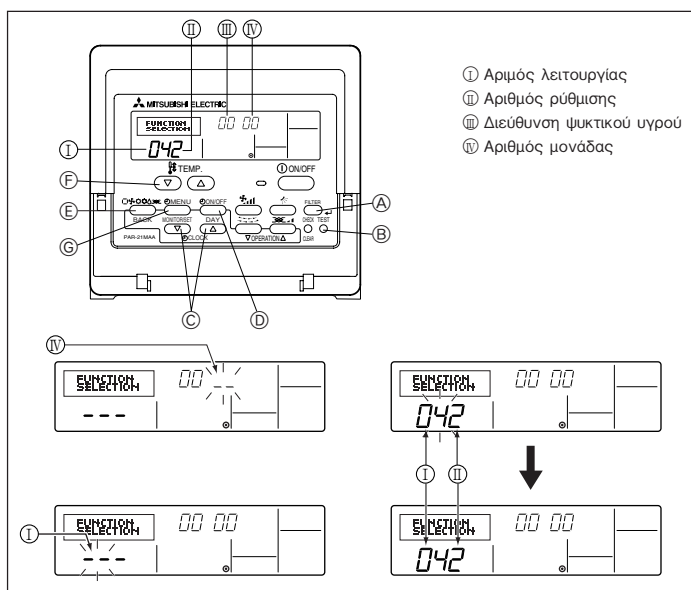

Fig. 6-8
1) Για ενσύρματο τηλεχειριστήριο (Fig. 6-8)
- ① Πηγαίνετε στη ρύθμιση λειτουργιών. Απενεργοποιήστε το τηλεχειριστήριο. Πιέστε ταυτόχρονα τα κουμπιά A και B και κρατήστε τα πατημένα για τουλάχιστον 2 δευτερόλεπτα. Στην οθόνη θα αρχίσει να αναβοσβήνει η ένδειξη FUNCTION (ΛΕΙΤΟΥΡΓΙΑ).
- ② Με το κουμπί C ρυθμίστε τη διεύθυνση του ψφικτικού υγρού (III) στο 0.
- ③ Πιέστε D και το [-] θα αρχίσει να αναβοσβήνει στην οθόνη νούμερο (IV).
- ④ Χρησιμοποιήστε το κουμπί C για να ορίσετε τον αριθμό μονάδας (IV) ίσο με 00.
- ⑤ Πατήστε το κουμπί E MODE (Τρόπος λειτουργίας) για να ορίσετε τη διεύθυνση του ψφικτικού υγρού/αριθμό της μονάδας. Το σύμβολο [-] θα αναβοσβήσει για λίγο στην οθόνη νούμερο (I).
- ⑥ Πιέστε τα κουμπιά F για τη ρύθμιση του αριθμού λειτουργίας (I) στο 04.
- ⑦ Πιέστε το κουμπί G και ο τρέχων αριθμός ρύθμισης (II) θα αναβοσβήνει. Χρησιμοποιήστε το κουμπί E για να αλλάξετε τον αριθμό ρύθμισης ανάλογα με την τάση του ρεύματος που θα χρησιμοποιηθεί.